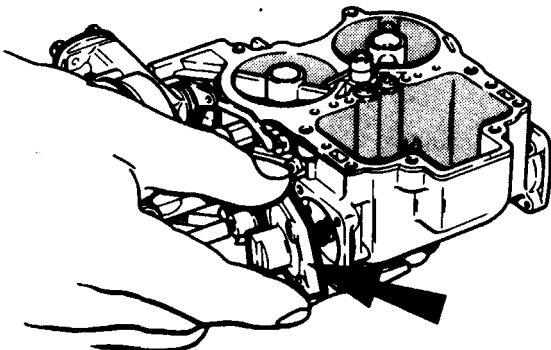

Рис. 3.10. Снятие мембраны насоса-ускорителя (указана стрелкой) - карбюратор WEBER.
10. Снимите четыре винта и отсоедините мембрану насоса-ускорителя, не потеряйте при этом пружину (см. Рис. 3.10).